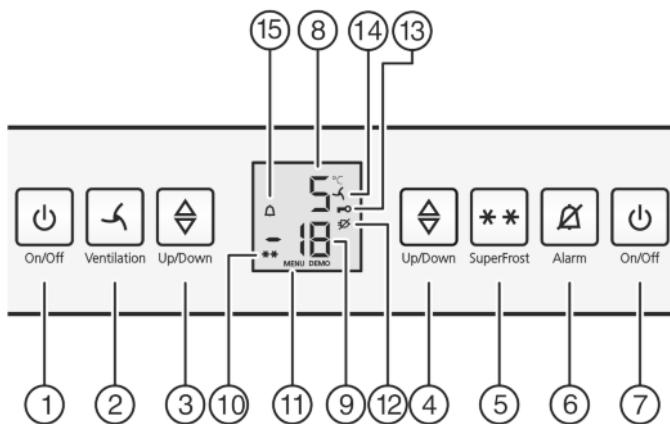

Fig. 2
- Нажмите кнопку On/Off морозильного отделения Fig. 2 (7).
- Нажмите кнопку On/Off холодильного отделения Fig. 2 (1).
- Активация режима настройки: Нажмите кнопку SuperFrost Fig. 2 (5) и удерживайте ее прим. 5 секунд.
- На индикаторе будет отображаться символ «Меню» Fig. 2 (11).
- Для подтверждения нажать и отпустить кнопку «SuperFrost» Fig. 2 (5).
- ▷ На индикаторе горит символ «Защита от детей» Fig. 2 (13).
- ▶ Нажмите и сразу отпустите кнопку On/Off морозильного отделения Fig. 2 (7).
- ▶ Активация режима настройки: Нажмите кнопку SuperFrost Fig. 2 (5) и удерживайте ее прим. 5 секунд.
- ▷ На индикаторе будет отображаться символ «Меню» Fig. 2 (11).
- ▶ Для подтверждения нажать и отпустить кнопку «SuperFrost» Fig. 2 (5).
- ▷ Символ «Защита от детей» Fig. 2 (13) гаснет.
Звуковой сигнал выключается автоматически, символ аварийного сигнала Fig. 2 (15) выключается и индикатор температуры перестает мигать, если температура снова становится достаточно низкой.
- ▶ Нажмите кнопку Alarm Fig. 2 (6).